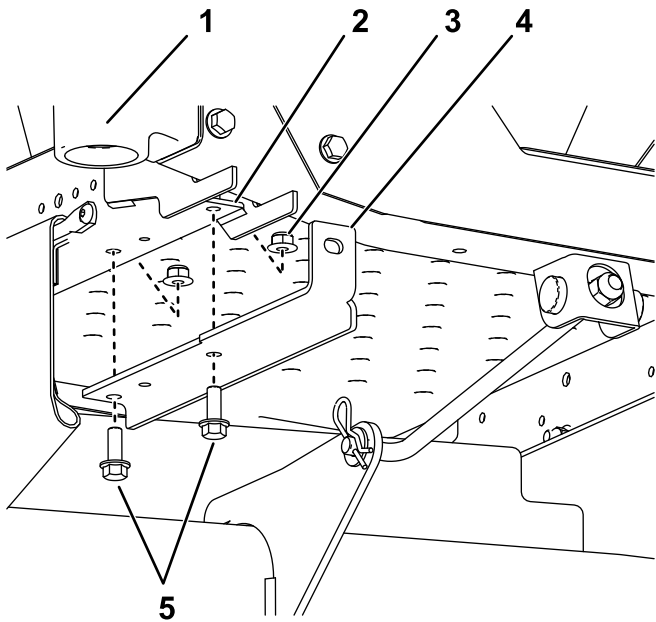

Bild 4
1. Montieren Sie die Ballasthalterungen an der Unterseite des Rahmens mit zwei Schrauben (3/8" x 1") und zwei Kontermuttern (3/8"), wie in Bild 4 dargestellt.